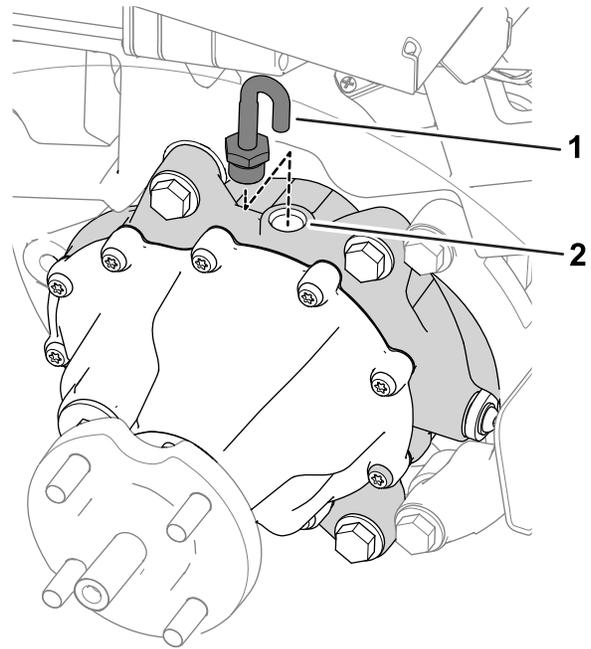

Figura 9
1. Retire la manguera de ventilación y el acoplamiento de la parte superior de la caja de engranajes (Figura 9).
3. Instale la manguera de ventilación y el acoplamiento en el orificio de llenado (Figura 9).